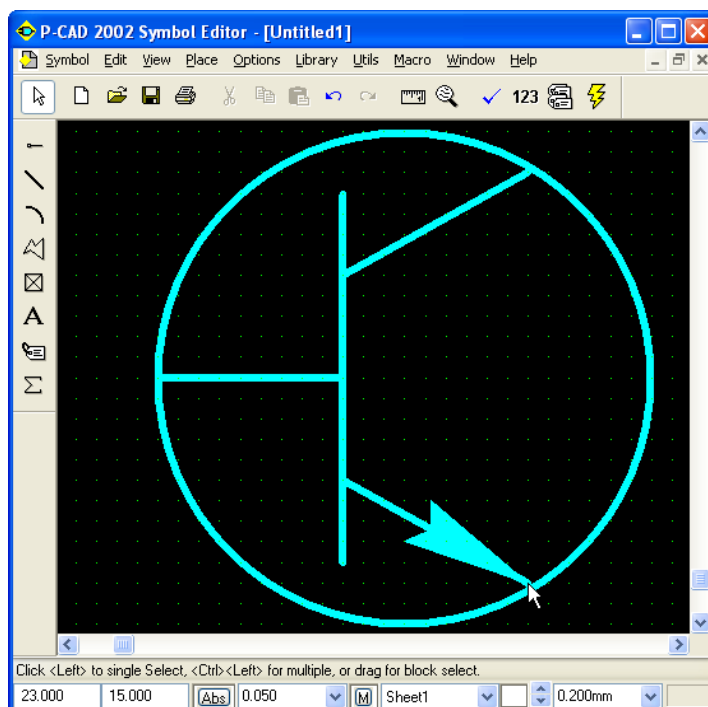

Рис. 4.32 - Изображение УГО транзистора
- Результат представлен на *рис. 4.32*.